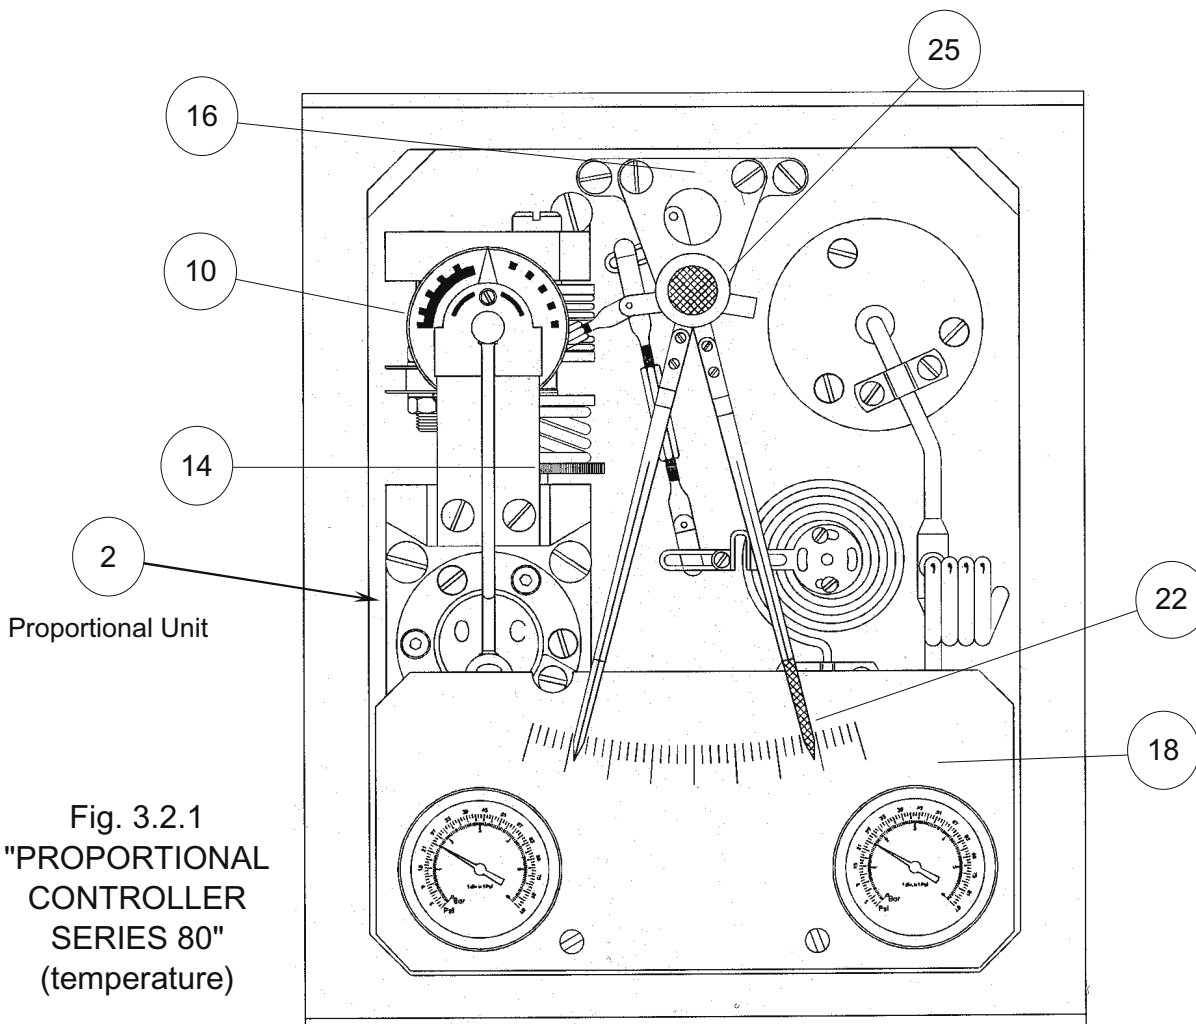

Fig. 3.2.1
### 3.2. PROPORTIONAL CONTROLLER (P) (Fig. 3.2.1)